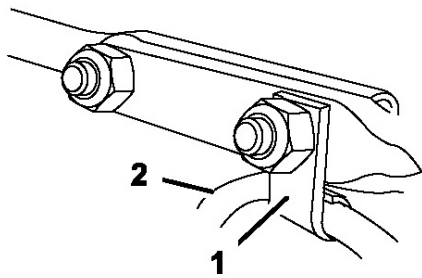

Рисунок 11.
6. Вставьте зажим троса, который поддерживает трос дефлектора, в передний болт и закрепите болты с помощью контргайки (рис. 11).